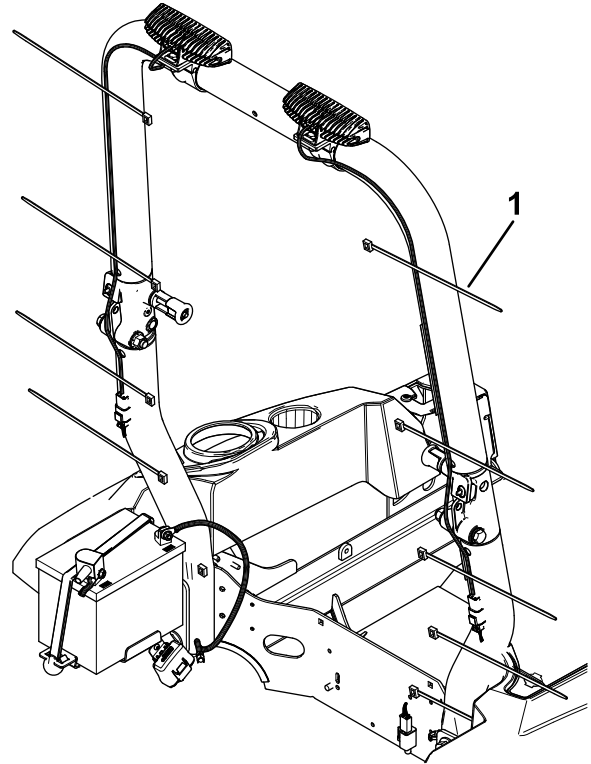

Bild 6
13. Wickeln Sie das überschüssige Kabel nach Bedarf auf und verwenden Sie die restlichen Kabelbinder, um den Beleuchtungskabelbaum an der Maschine zu befestigen (Bild 6).